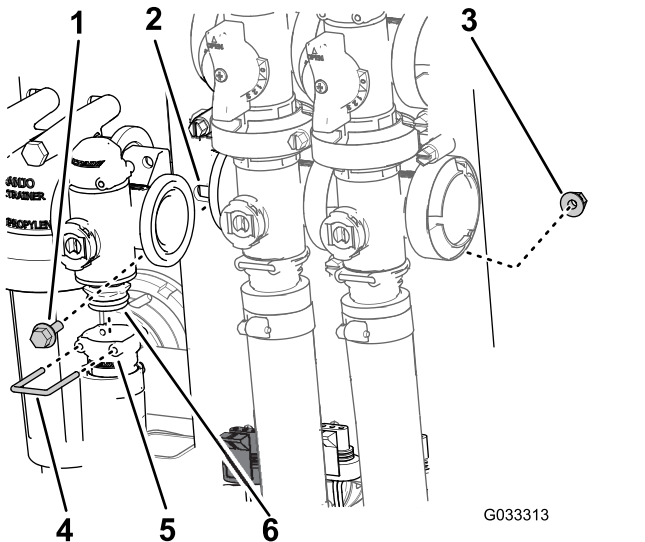

Bild 63
2. Entfernen Sie den Halter, mit dem das Auslaufanschlussstück am Verteiler für das Dosierungsregelventil befestigt ist (Bild 63).
3. Entfernen Sie die zwei Bundkopfschrauben und zwei Sicherungsbundmutter, mit denen das Dosierungssteuerventil an der Ventilhalterung befestigt ist, und entfernen Sie den Ventilverteiler von der Maschine (Bild 63).